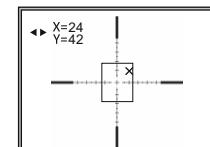

Рис.4
9) На дисплее появятся: опорный крест X красного цвета, горизонтальные стрелки и координаты опорного креста ⚡ X=00 (рис.4).